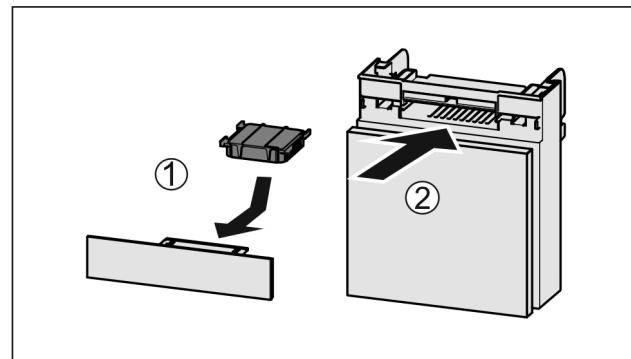

Fig. 127
- Aktivni ogleni filter vstavite Fig. 127 (1) skladno s prikazom na sliki.
- Predal potisnite noter Fig. 127 (2).